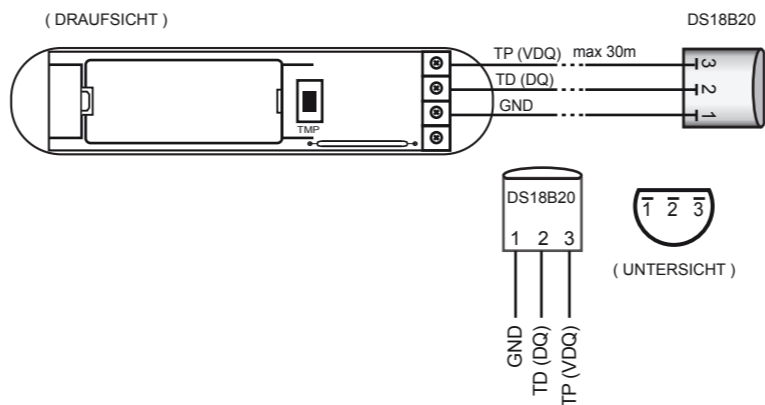

Abbildung 2 – Anschluss des Sensors DS18B20
1. Schließen Sie den Fibaro Door/Window Sensor gemäß Abbildung 2 und 3 an.
Wenn nötig, schließen Sie das Gerät gemäß Abbildung 2 oder 3 an. Achten Sie darauf, dass das Gerätegehäuse geschlossen ist.